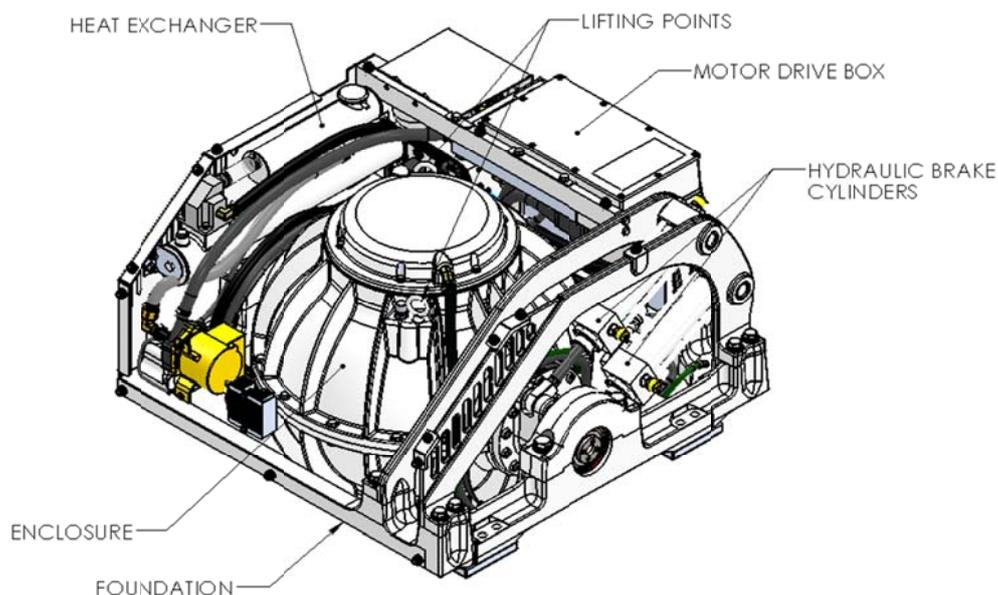

FIGURA 1 – SEAKEEPER 3DC
- Quando si maneggia / installa il complessivo giroscopio, proteggere le aste esposte dei cilindri del freno idraulico (Vedere Figura 1) da eventuali graffi o danni poiché ciò potrebbe portare ad anomalie premature delle guarnizioni o a perdite di olio.